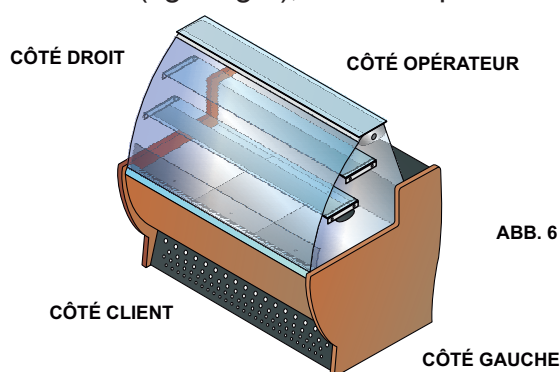
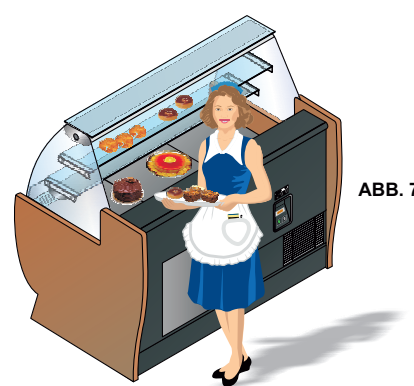

ABB. 6
ABB. 7
---Lorsque, dans le présent manuel, on parle d'interrupteurs et autres éléments, l'on dit qu'ils sont placés à droite ou à gauche de la vitrine. Dans la plupart des cas, "droite " et "gauche " signifient la droite ou la gauche de l'opérateur se trouvant debout devant le plan de travail et tourné vers l'avant (fig.6-fig.7), sauf lorsque cela est spécifié différemment.